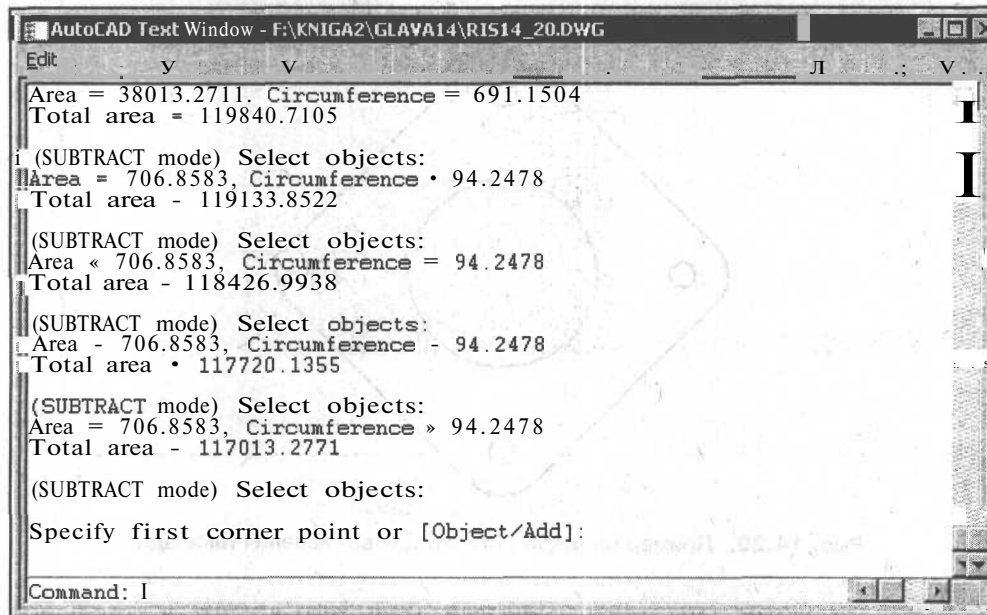

Рис. 14.21. Вывод результатов работы команды
6. Выберите по очереди круги, изображенные на рисунке, а затем два раза нажмите клавишу <Enter> для завершения команды. В текстовом окне (рис. 14.21) выводится протокол исполнения команды и окончательное значение площади и периметра всей области.